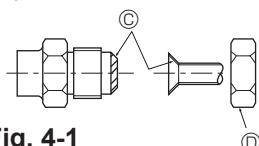

Fig. 4-1
Ⓐ (Fig. 4-1)
Ⓑ (Fig. 4-1)
4.2. 3'єднання труб (Fig. 4-1)